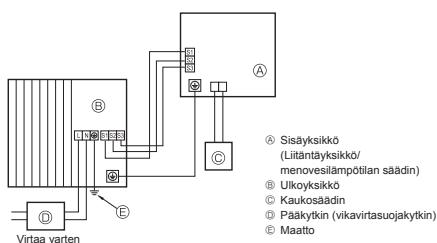
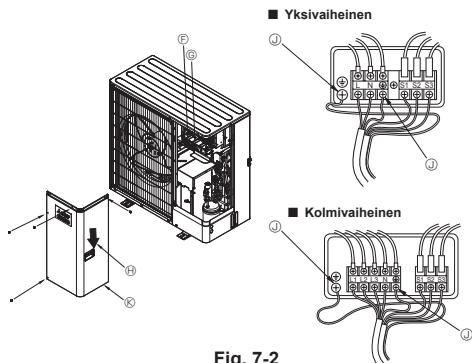

Fig. 7-1
Fig. 7-2
7.1. Ulkoyksikkö (Fig. 7-1, Fig. 7-2)
- Asenna kaapelit Fig. 7-1 ja 7-2 mukaisesti.